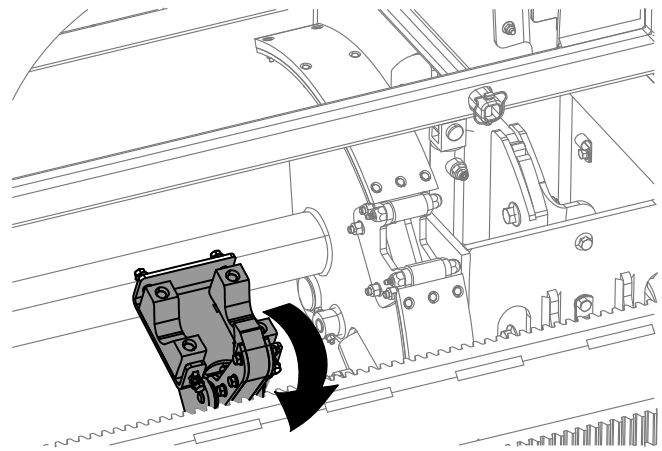
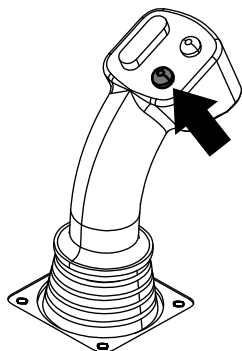

Рисунок 37
Рисунок 36
10. Удерживайте нажатой нижнюю кнопку на джойстике (Рисунок 36), чтобы отпустить трубу (Рисунок 37), и отпустите кнопку.